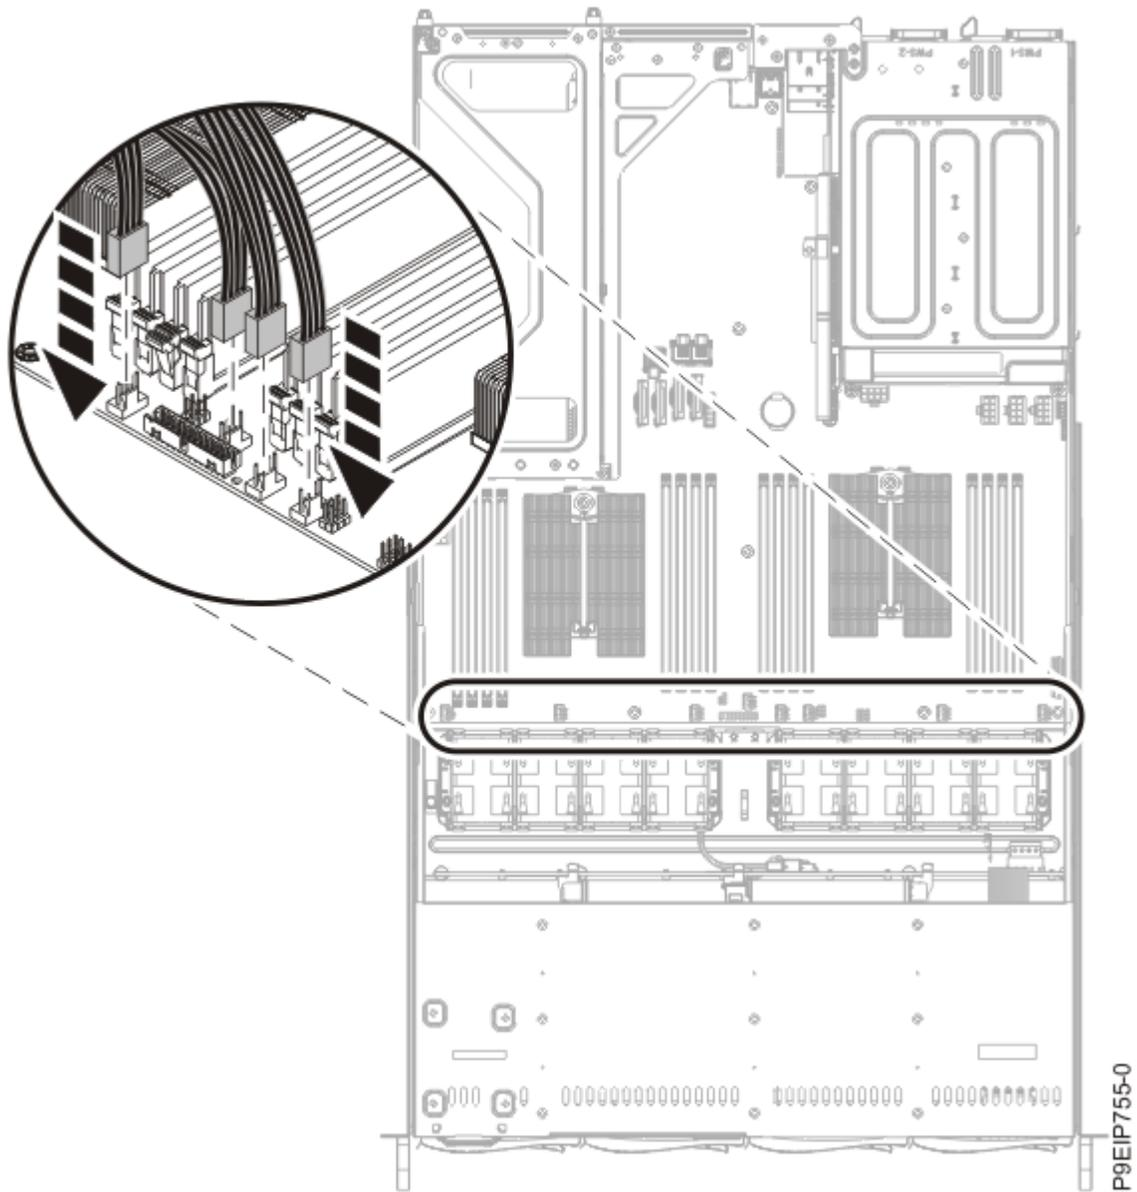

Figura 17. Conexión de los cables del ventilador a la placa posterior del sistema
4. Conecte el cable del ventilador a la placa posterior del sistema, como se muestra en la Figura 17 en la página 21.